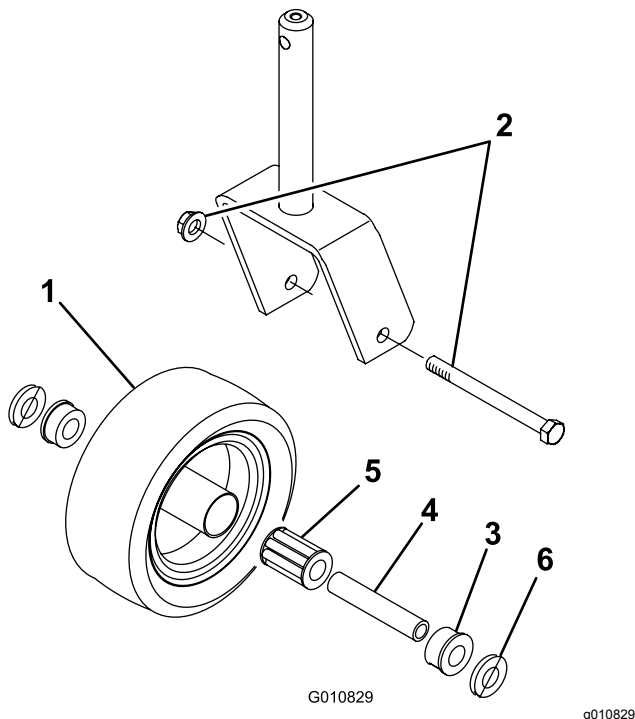

図 22
1. キャスタホイール・アセンブリをキャストフォークに保持しているボルトからロックナットを外す 図 22。
3. ホイールのハブからスパナブッシュを取り出す 図 22。
9. ハブの反対側でもブッシュを押し込んでハブの内部にベアリングを閉じ込める 図 22。